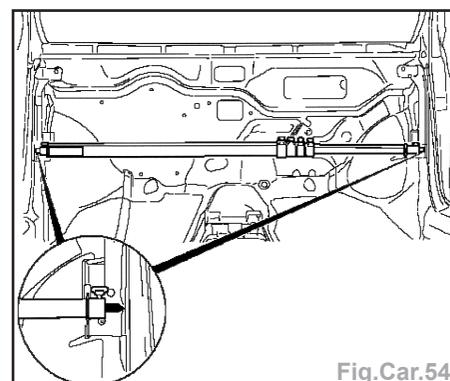

Fig.Car.54
- Mesurer le montant A intérieur (Fig. Car.54) :